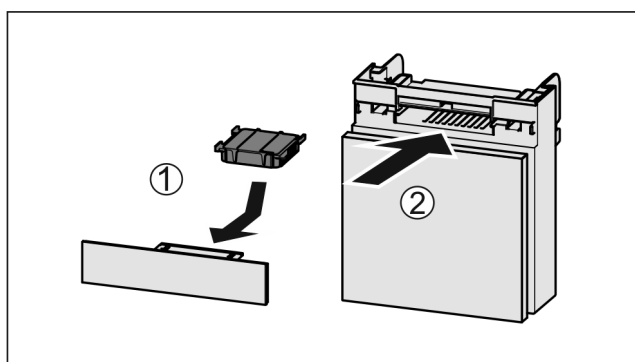

Fig. 109
- ▶ Insérer le filtre à charbon actif d'après le schéma Fig. 109 (1).
- ▶ Insérer le compartiment Fig. 109 (2).